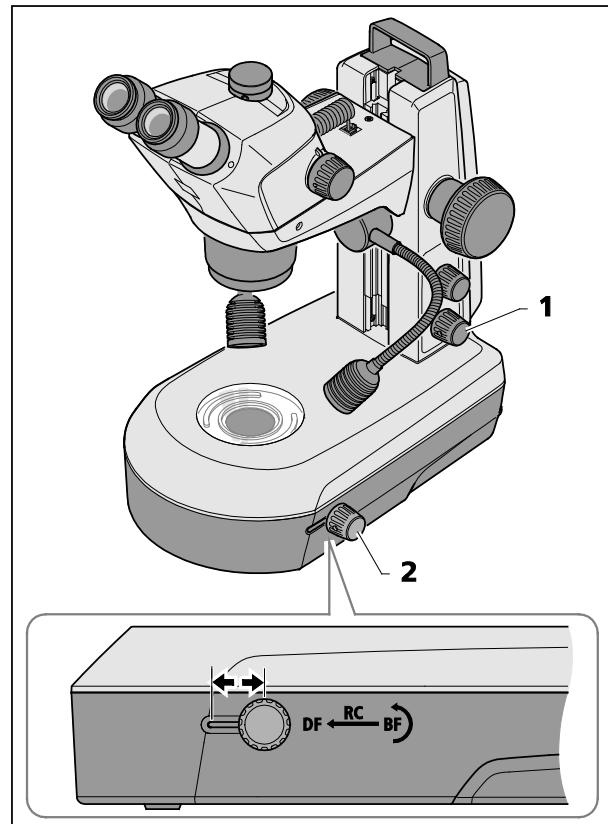

Fig. 26 Unidade de luz transmitida no estativo K LAB
- Ligar a luz transmitida, apertando o botão rotativo inferior (Fig. 26/1).
- Ajustar o campo claro (BF), empurrando o botão rotativo / corrediço (Fig. 26/2) na posição posterior.
- Mover para dentro o espelho claro ou difuso ou ajustar o ângulo de inclinação, girando o botão rotativo/corrediço (Fig. 26/2).
- Passa-se à iluminação de campo escuro (DF), deslizando o botão rotativo / corrediço (Fig. 26/2) na posição dianteira.
Deslocando o botão rotativo / corrediço (Fig. 26/2) a uma posição central e basculando o espelho, são produzidos efeitos de iluminação oblíqua (RC), muito bem apropriados para a visualização de estruturas de objetos não tingidos.